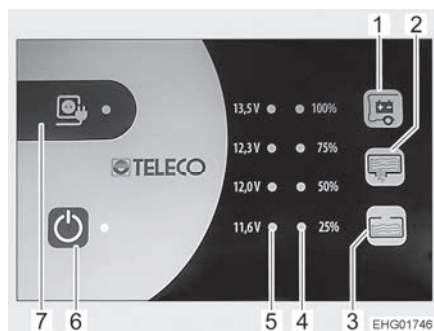

Fig. 105 Pannello di controllo (TP 310) (illustrazione simile)
Il LED giallo accanto al simbolo del collegamento a rete "⚡" (Fig. 105,7) si accende, quando il veicolo è collegato a un'alimentazione di rete esterna. Il LED si accende anche se il pannello di controllo è spento.
- Per motivi di sicurezza, l'interruttore principale a 12 V (Fig. 105,6) non può essere attivato con il motore del veicolo in funzione, in modo da impedire l'uso del pannello di controllo durante la marcia.
L'interruttore principale a 12 V (Fig. 105,6) inserisce o disinserisce il pannello di controllo e l'alimentazione a 12 V dell'abitacolo.
- Premere l'interruttore "⏻" (Fig. 105,6): L'alimentazione a 12 V dell'abitacolo è inserita. Il LED diventa verde.
- Premere di nuovo l'interruttore "⏻" (Fig. 105,6): L'alimentazione a 12 V dell'abitacolo è disinserita. Il LED si spegne.
La scala LED (Fig. 105,5) indica la tensione della batteria dell'abitacolo nel modo seguente:
- Premere il tasto "🔋" (Fig. 105,1): Viene indicata la tensione della batteria dell'abitacolo.
La scala LED (Fig. 105,4) indica il livello del serbatoio dell'acqua potabile o del serbatoio delle acque grigie.
Premere il tasto "☰" (Fig. 105,2): Il livello di riempimento del serbatoio dell'acqua potabile è indicato dai LED accesi.
Premere il tasto "☷" (Fig. 105,3): Il livello di riempimento del serbatoio delle acque grigie è indicato dai LED accesi.